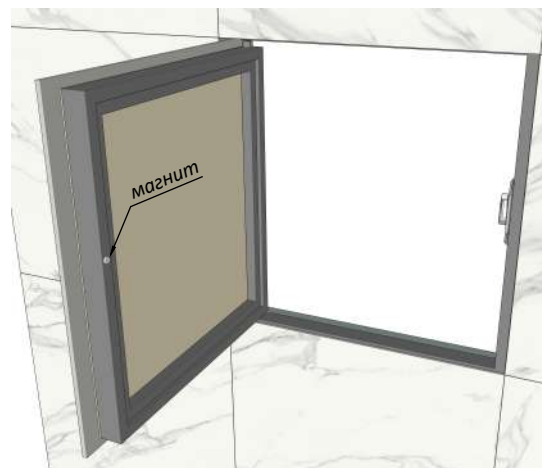
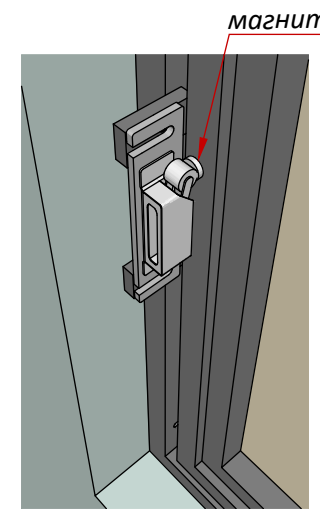

Рис. 12
Рис. 13
- 8) Закрепите неодимовый магнит на створку люка (Рис.12) и настройте их взаимодействие с замком (Рис.13). Теперь, можно открыть люк нажатием на плитку со стороны петель или со стороны замка. Стопорные уголки можно снять, они больше не понадобятся.